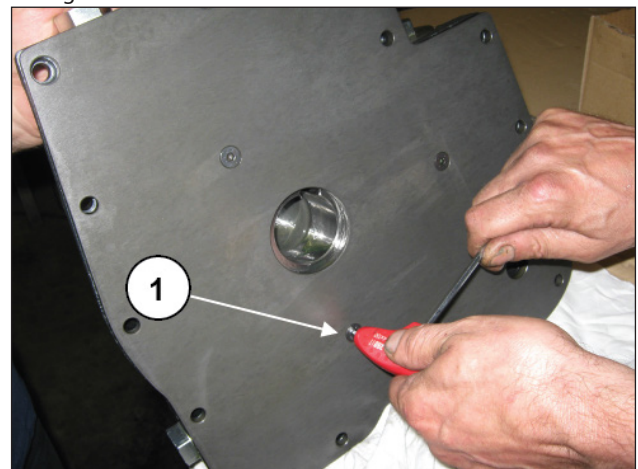

Abb. 154
Montieren Sie die hintere Platte des Ölpumpenkörpers durch das Festdrehen der drei Schrauben M6 (Pos. ①, Abb. 154) mit einem Drehmomentschlüssel auf das im Absatz 3 angegebene Anzugsmoment.